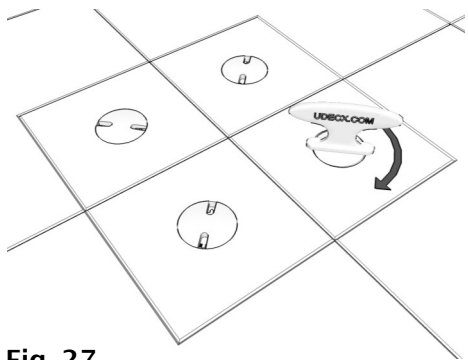
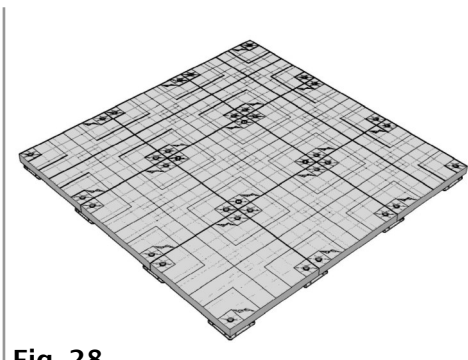

Fig. 27
Fig. 28
12. Inserte Cam Locks (C) dentro de los 4 camways del Cam dentro de cada Pad (B) adicional (Fig. 27) y asegure los Cam Locks (C) usando la Lock Tool (E). (Fig.28)